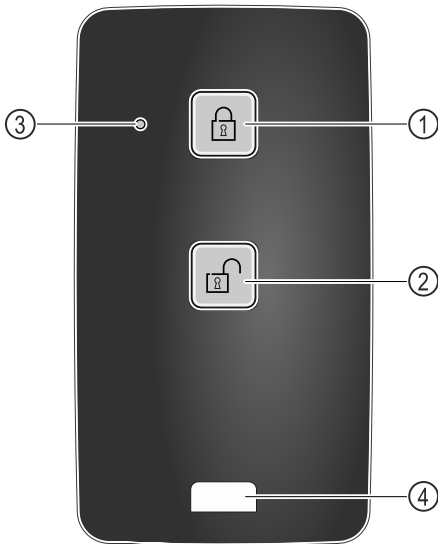

Fig. 210
- (1) Заклучване на ключалката
- (2) Отключване на ключалката
- (3) Светодиод за статуса
- (4) Крепежна халка
- ▶ Натиснете бутона Fig. 210 (1) на дистанционното управление.
- ▶ Натиснете бутона Fig. 210 (2) на дистанционното управление.
- ▶ Светодиодът за статуса Fig. 210 (3) осигурява визуална обратна връзка при натискане на бутон.
- ▶ Халка Fig. 210 (4) за закрепване на дистанционното управление, например на връзка ключове.